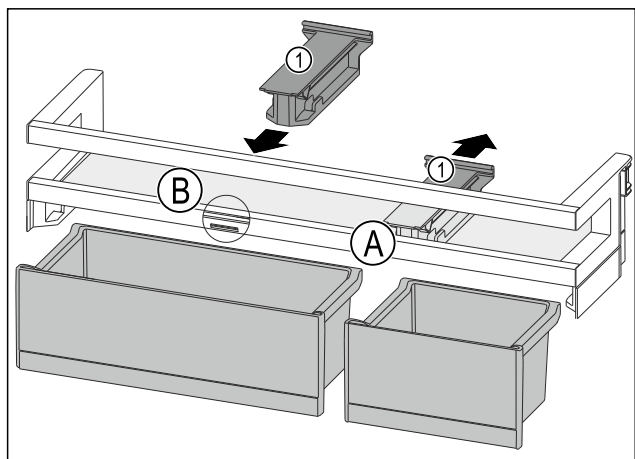

Fig. 82
- ▶ Držák Fig. 82 (1) v poloze Fig. 82 (A) stáhněte dozadu.
- ▶ Držák Fig. 82 (1) vložte v poloze Fig. 82 (B).